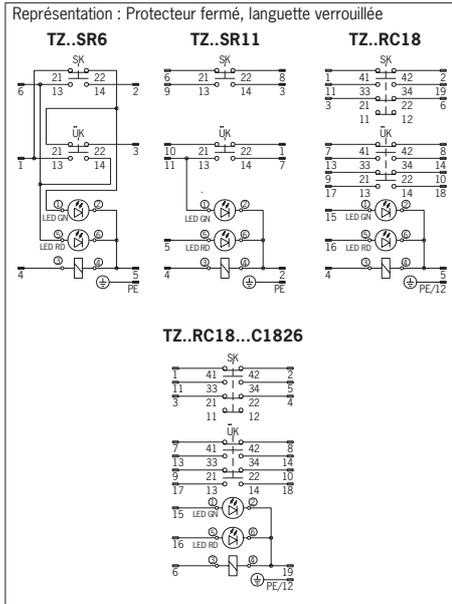

Fig. 2a : Repérage des bornes
¹⁾ Le fonctionnement de la diode lumineuse est décrit dans ce mode d'emploi pour le câblage standard de la version TZ...SR6 (voir fig.2a : broche 1 = ⊕ / broche 5 = ⊖ / broches 2, 3, 6 vers API).
- ▶ Affectation des broches, voir figure 2a.
- ▶ Pour le repérage des bornes et l'affectation des broches, voir figures 2a-2b.